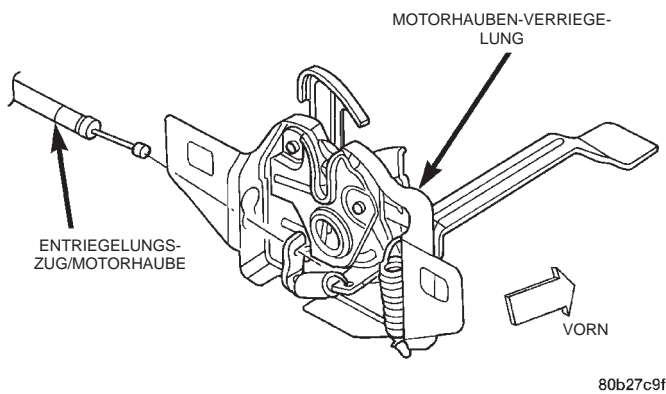
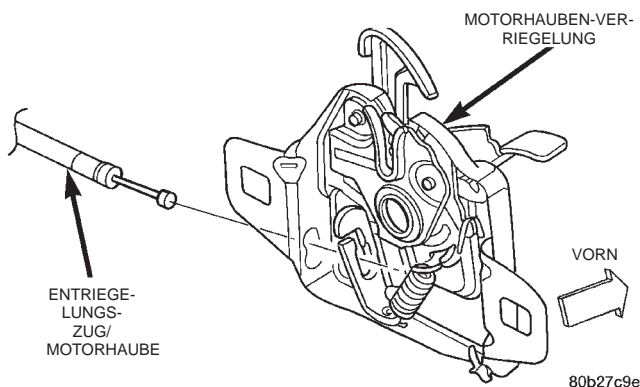

Abb. 69 Entriegelungszug/Motorhaube—Concorde/LHS/300M
Abb. 70 Entriegelungszug/Motorhaube—Intrepid
(2) Pressklemme des Entriegelungszugs der Motorhaube lösen und Seilzugnippel aus der Motorhauben-Verriegelung aushängen (Abb. 70) oder (Abb. 69).
(3) Linke Windlaufverkleidung abbauen.
(4) Schrauben lösen, mit denen der Griff des Motorhauben-Entriegelungszugs seitlich am Windlauf befestigt ist.
(5) Linken Innenkotflügel/Radkasten abbauen.
(6) Entriegelungszug aus den Halteclips lösen.
(7) Fußraumauskleidung zurückrollen, um den Seilzug freizulegen.
(8) Den angeklebten Seilzug-Halteclip von der Spritzwandverkleidung abnehmen.
(9) Gummitülle aus der Spritzwand abziehen. Seilzug durch die Zugangsöffnung in der Spritzwand zur linken Radkastenöffnung schieben.
(10) Entriegelungszug aus dem Fahrzeug nehmen.